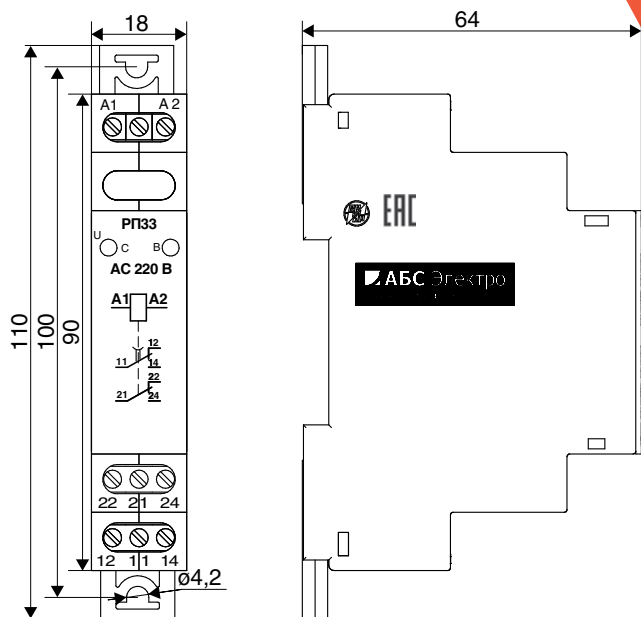

Рисунок 2. Реле РП33 с креплением винтами на панель
- винтами, на панель (**рисунок 2**).